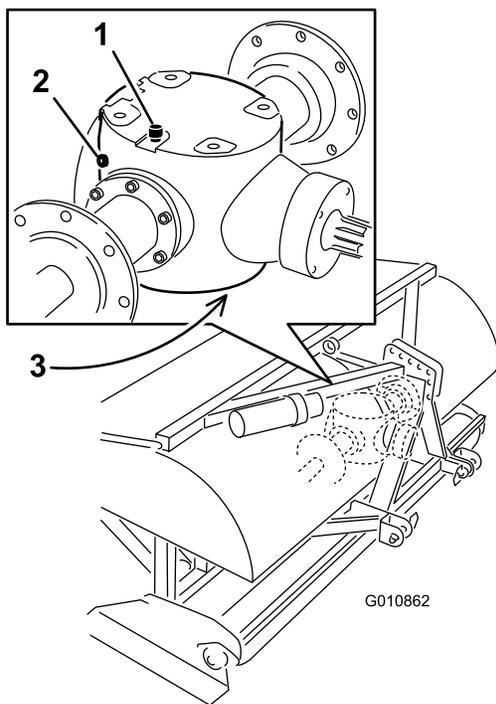

図 32
2. ギアボックスの点検プラグを外す (図 32)。
- 点検プラグの穴のふちまで油量があればよい (図 32)。
- 内部に異物が侵入しないよう、通気/補給プラグおよびドレン・プラグの周囲をきれいに拭く (図 32)。